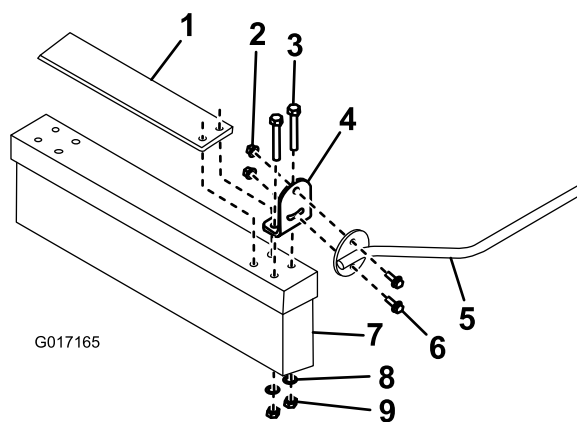

Рисунок 7
- Прикрепите лапу щетки к каждому концу щетки при помощи 2 болтов (M8 x 60) мм, шайб и контргаек (M8). Расположите выступы, как показано на Рисунок 7. Для монтажа 21-дюймового режущего блока используйте внешние отверстия, а для 18-дюймового режущего блока - внутренние отверстия.
с фланцевыми головками (M6 x 20 мм) и фланцевыми гайками (M6) (Рисунок 7).